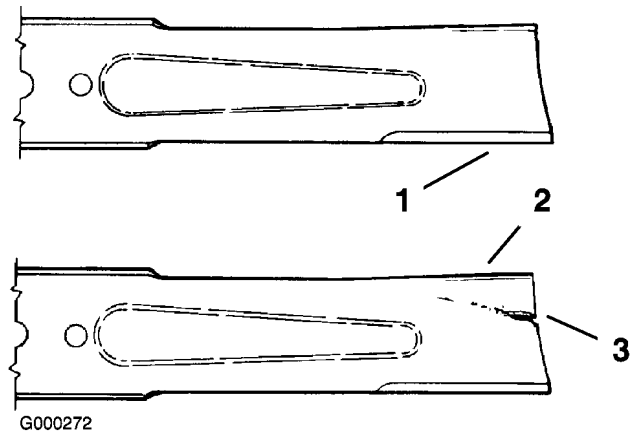

Figura 71
1. Controllate i taglienti (Figura 71).
2. Controllate le lame, in particolare l'area curva (Figura 71).
In caso di danni, usura o scanalature in questa zona (Figura 71) montate immediatamente una nuova lama.